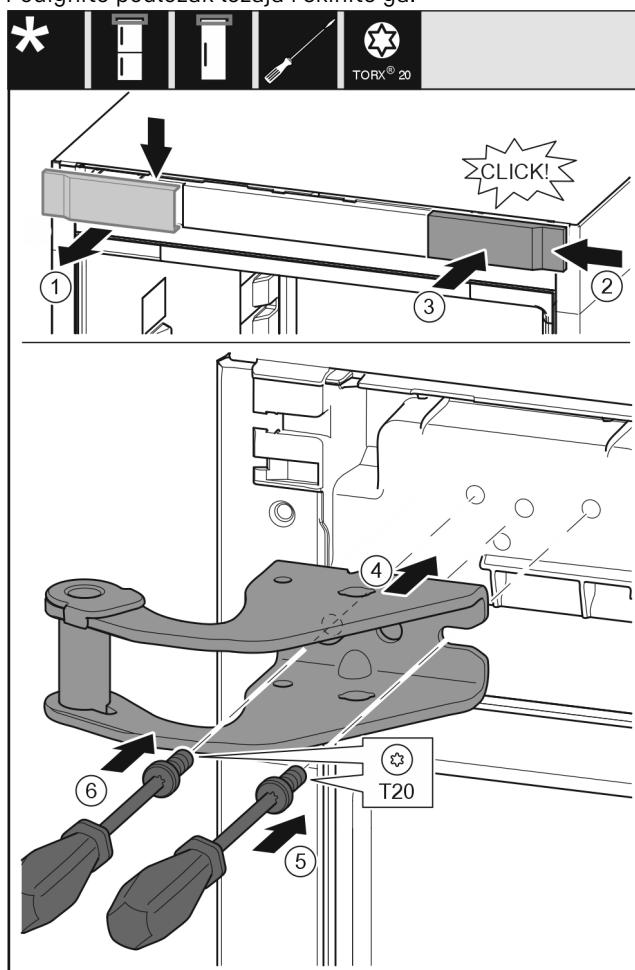

Fig. 14
- Skinite pokrov odozgo prema naprijed. Fig. 14 (1)
- Objesite pokrov okrenut za 180° na drugoj strani s desne strane. Fig. 14 (2)
- Pustite da pokrov uskoči. Fig. 14 (3)
- Postavite gornji podložak ležaja. Fig. 14 (4)
- Odvijačem T20 umetnите i pritegnite vijak. Fig. 14 (5)
- Odvijačem T20 umetnите i pritegnite vijak. Fig. 14 (6)